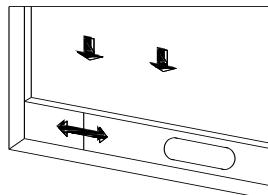
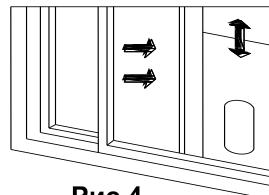

Рис.3
Рис.4
- 1) Приоткройте окно наполовину и установите на окно уплотнительную пластину в собранном виде (как показано на рис.3 и рис.4). Компоненты можно размещать в